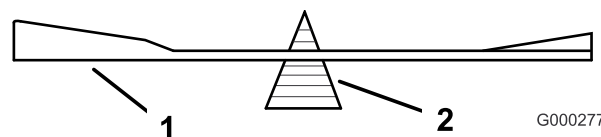
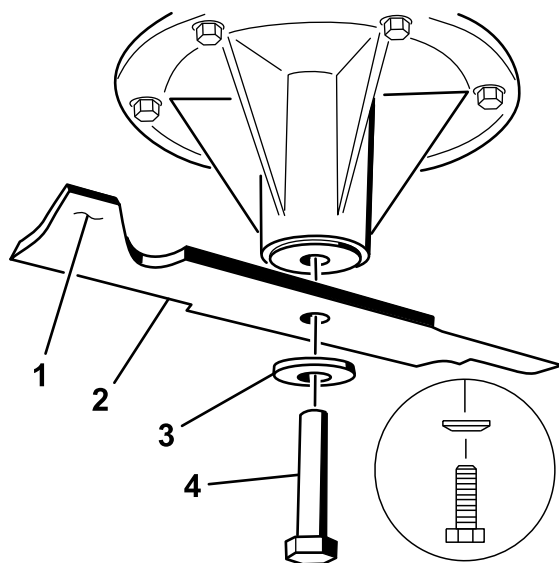

Figure 94
Figure 95
2. Vérifiez l'équilibre de la lame en la plaçant sur un équilibreur (Figure 94). Si la lame reste horizontale, elle est équilibrée et peut être utilisée. Si la lame est déséquilibrée, limez un peu l'extrémité de la partie relevée seulement (Figure 95). Répétez la procédure jusqu'à ce que la lame soit équilibrée.
1. Placez la lame sur l'axe (Figure 95).
2. Installez la rondelle élastique et le boulon de la lame. Le cône de la rondelle élastique doit être dirigé vers la tête du boulon (Figure 95). Serrez les boulons des lames à un couple de 115 à 150 Nm.